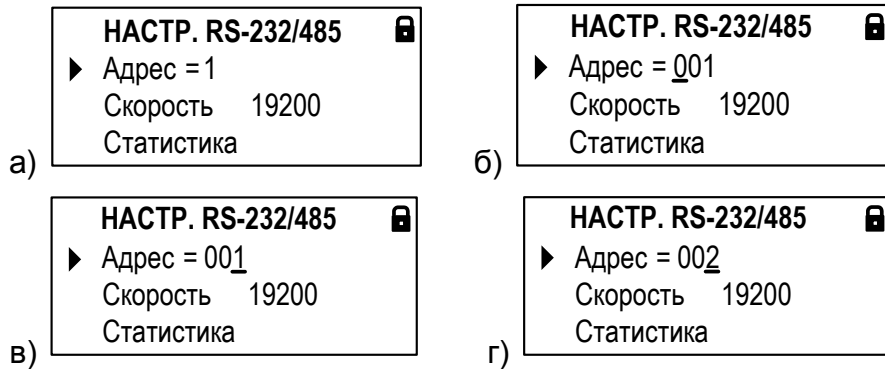

Рис.11. Вид окна индикации при вводе значения параметра поразрядно.
5.3.5.1. В соответствующем меню кнопками ,  выбрать нужный параметр, установив курсор  слева от обозначения этого параметра (рис.11.а), и нажать кнопку . При этом появляется индикация курсора — под старшим разрядом индицируемого числа (рис.11.б).
5.3.5.2. Кнопками ,  установить курсор — под редактируемым значением разряда числа (рис.11.в), а кнопками ,  установить требуемое значение для выбранного разряда (рис.11.г).